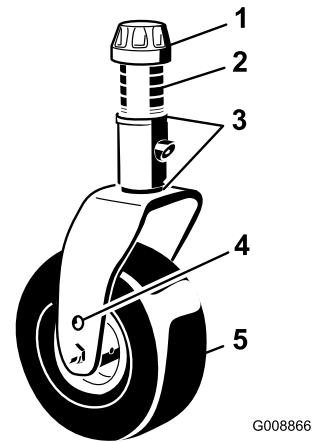

Figura 105
1. Retire el casquillo tensor del eje y deslice el eje fuera del brazo de la rueda giratoria (Figura 105).